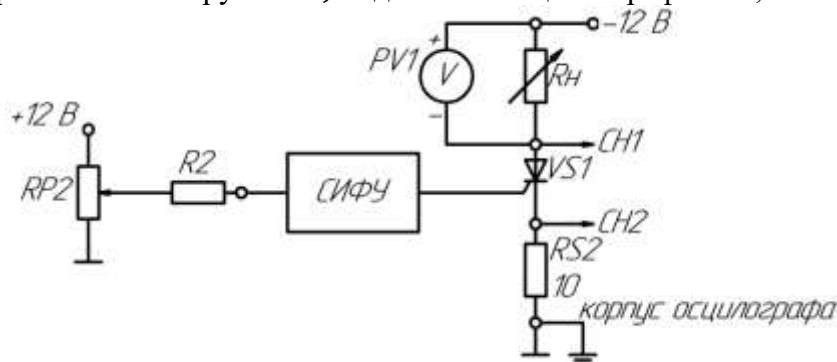

Рис.35
1) Собрать схему управляемого выпрямителя по рис. 35. Подключить входы осциллографа. Переключатель развертки осциллографа перевести на временную развертку. Установить синхронизацию от сети;